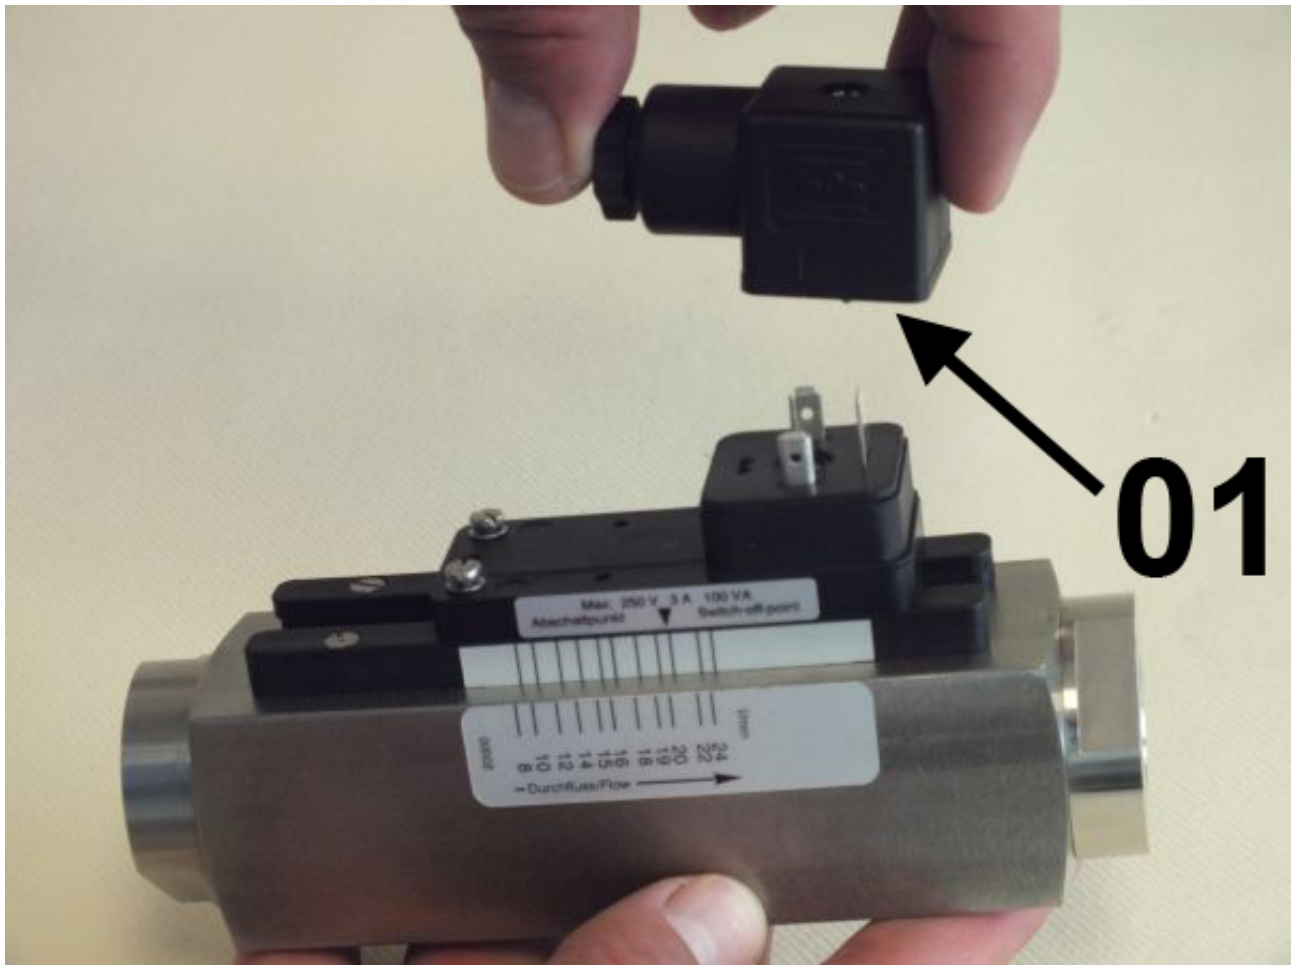

Abb. 29: Steckerdose abziehen
2. ➤ Steckerdose (Abb. 29/01) abziehen